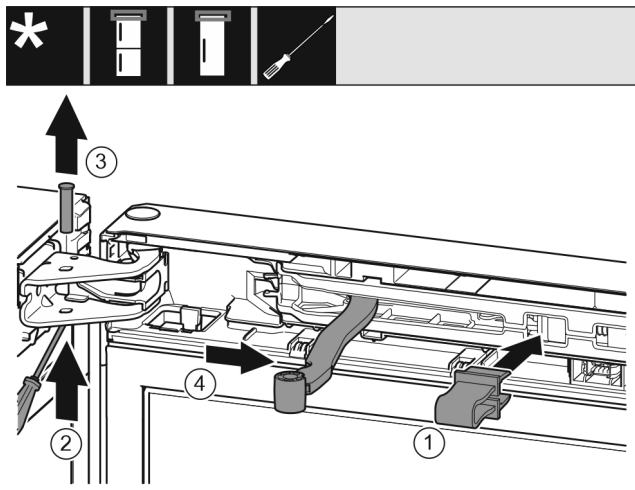

Fig. 12
- Innestare il fusibile Fig. 12 (1) nell'apertura.
- Estrarre il perno Fig. 12 (2).
- Rimuovere il perno Fig. 12 (3) verso l'alto.
- Ruotare il giunto Fig. 12 (4) in direzione della porta.